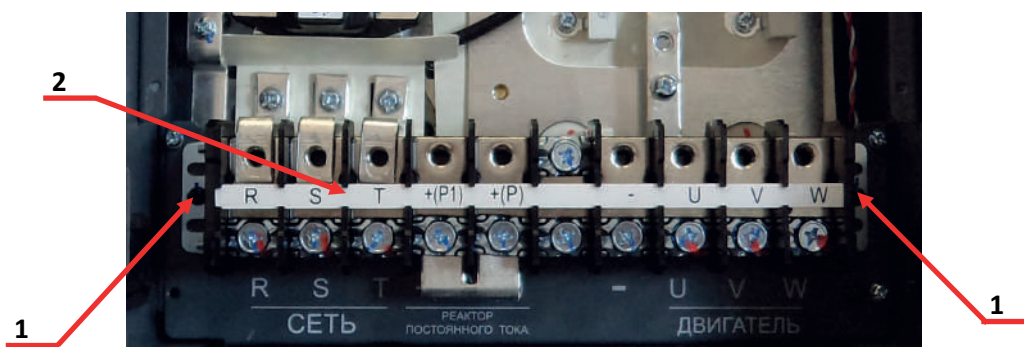

Рис.6.18
- 6.10.15. Открутить два винта поз.1 и положить их в тару 3.1.17 (рис.6.18).
- 6.10.16. Извлечь клеммную колодку поз.2 и положить её в тару 3.1.16 (рис.6.18).